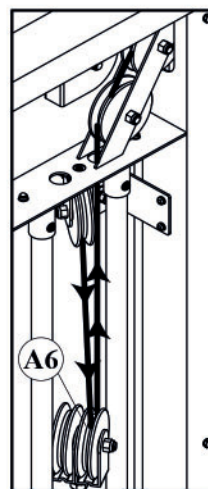

Fig. 2
2. Lösen Sie die oberste Gewichtsplatte (10). Halten Sie die Umlenkrollenhalterung (9) fest und drehen Sie das Gewichtsschwert (11), um die Kabelspannung einzustellen. Wenn das Kabel zu lang ist, drehen Sie das Gewichtsschwert (11) zur Einstellung im Uhrzeigersinn. Wenn das Kabel zu kurz ist, drehen Sie das Gewichtsschwert (11) gegen den Uhrzeigersinn wie in Abb. 2 dargestellt.